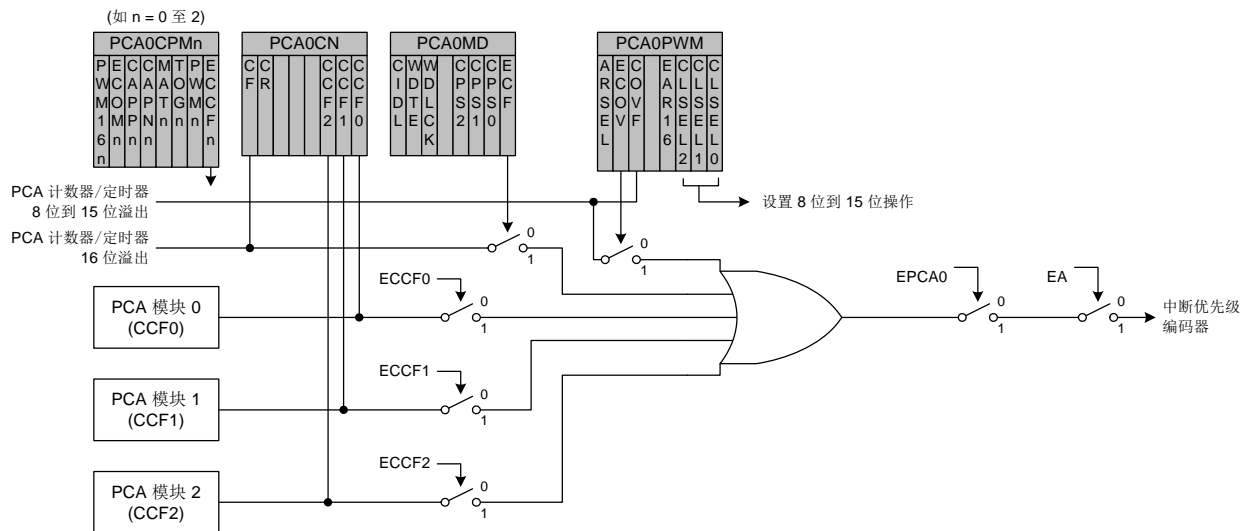

图 29.3. PCA 中断结构图
图 29.3 列示了 PCA 中断树的结构图。共有五个独立事件标志可用于产生 PCA0 中断。分别为：主 PCA 计数器溢出标志 (CF) (在 PCA0 计数器出现 16 位溢出时被设置)、中级溢出标志 (COVF) (在 PCA0 计数器从 8 位溢出到 15 位时被设置)，以及每个 PCA 通道的独立标志 (CCF0、CCF1 和 CCF2) (根据该模块的操作模式设置)。这些事件标志通常在触发条件发生时被设置。通过对应的中断允许标志 (CF 对应 ECF，COVF 对应 ECOV，CCFn 对应 ECCFn) 可独立选择每种标志用于产生 PCA0 中断。在处理器识别任何独立中断源前，必须全局允许 PCA0 中断。可通过将 IE 寄存器中的 EA 位和 EIE1 寄存器中的 EPCA0 位设置为逻辑 1 全局允许 PCA0 中断。